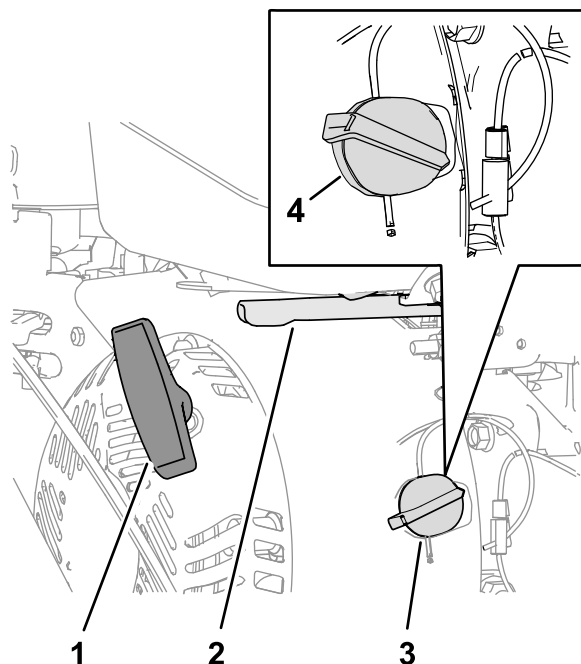

Figure 12
1. Sur le côté droit moteur, tournez la commande marche/arrêt du moteur dans le sens horaire à la position MARCHE (Figure 12).
3. Placez la commande d'accélérateur, située sur le côté arrière droit du moteur, à mi-course entre les positions BAS RÉGIME et HAUT RÉGIME (Figure 12).
4. Tirez lentement la poignée du lanceur jusqu'à ce que vous sentiez une résistance, puis arrêtez de tirer (Figure 12).
- Placez la commande d'accélérateur à mi-course entre les positions BAS RÉGIME et HAUT RÉGIME (Figure 12).
- Laissez tourner le moteur pendant au moins 15 secondes, puis tournez la commande Marche/Arrêt du moteur en position ARRÊT pour couper le moteur (Figure 12).